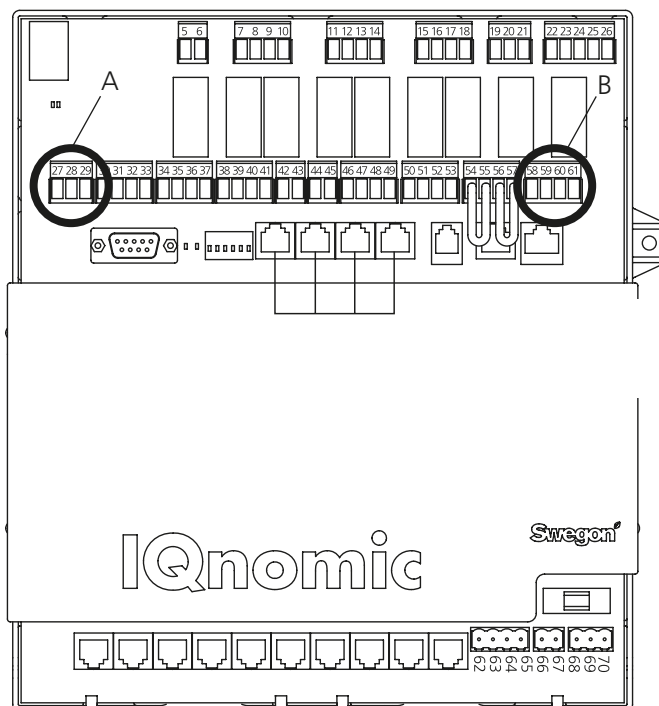

Рис. 5
Напряжение питания 24 В AC подключается к клеммам Vin+ (24) и GND (23) или может быть подано с автоматики агрегата, см. ниже и B на рис. 5.
Подключить сеть через устройство коммуникации GOLDen GATE к автоматике GOLD (A на рис. 5). Использовать 3-жильный кабель.